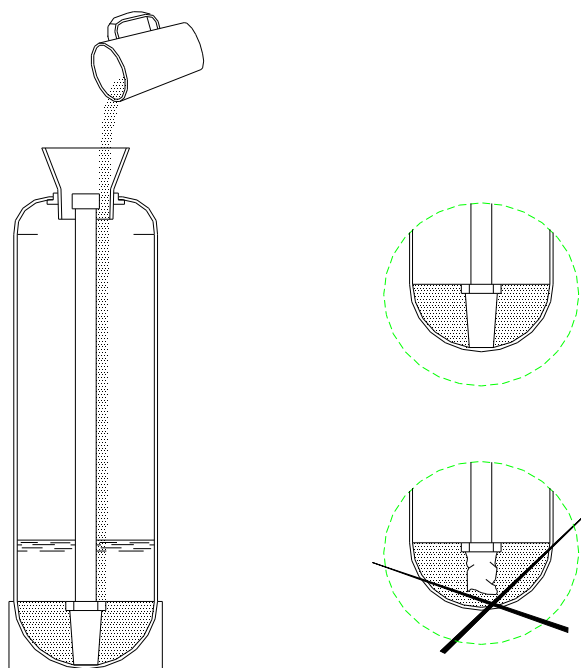

Рисунок 3 — Порядок загрузки фильтрующего материала в корпус фильтра
**ВНИМАНИЕ: ПОСЛЕ ЗАГРУЗКИ ГРАВИЯ НИ В КОЕМ СЛУЧАЕ НЕ ВЫТАСКИВАТЬ ВЕРТИКАЛЬНЫЙ КОЛЛЕКТОР ИЗ КОРПУСА!** Это может привести к поломке дренажного колпачка в результате попадания гравия в его посадочное место на дне корпуса (см. рисунок 3).